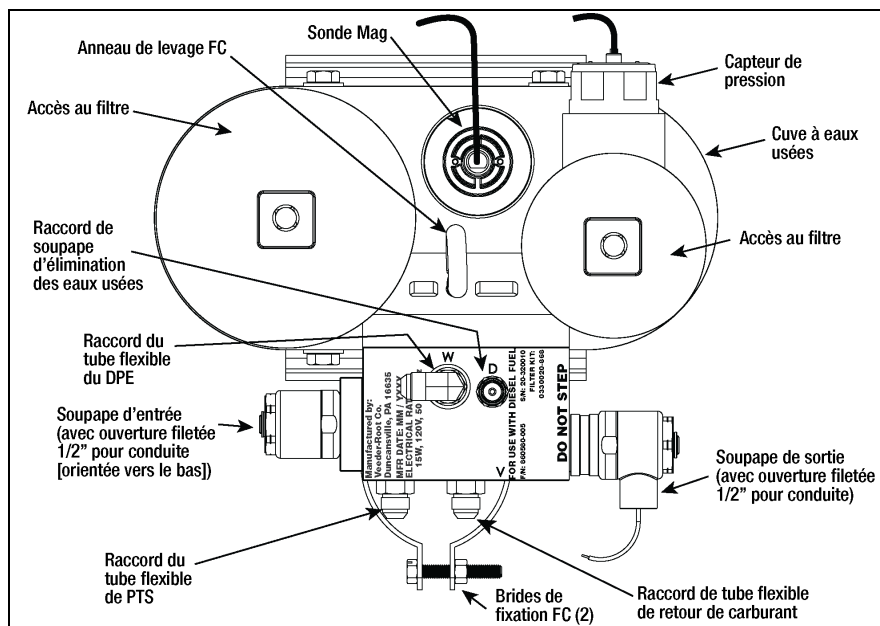

Figure 3. Composants de l'assemblage du FC
L'assemblage du système de conditionnement de carburant (FC) est raccordé à la PTS et au dispositif de prise d'eau (DPE) sur le haut de la colonne montante du DPE. Le DPE ramène le carburant traité à la cuve via un port dans la bride du tube de guidage. Les composants du FC sont illustrés à la Figure 3.